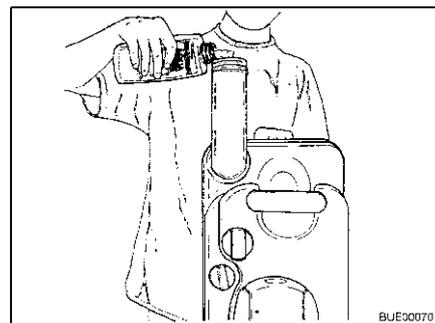

Bild 176 Sanitärflüssigkeit einfüllen
- Angegebene Menge Sanitärflüssigkeit in den Fäkalientank füllen (Bild 176).